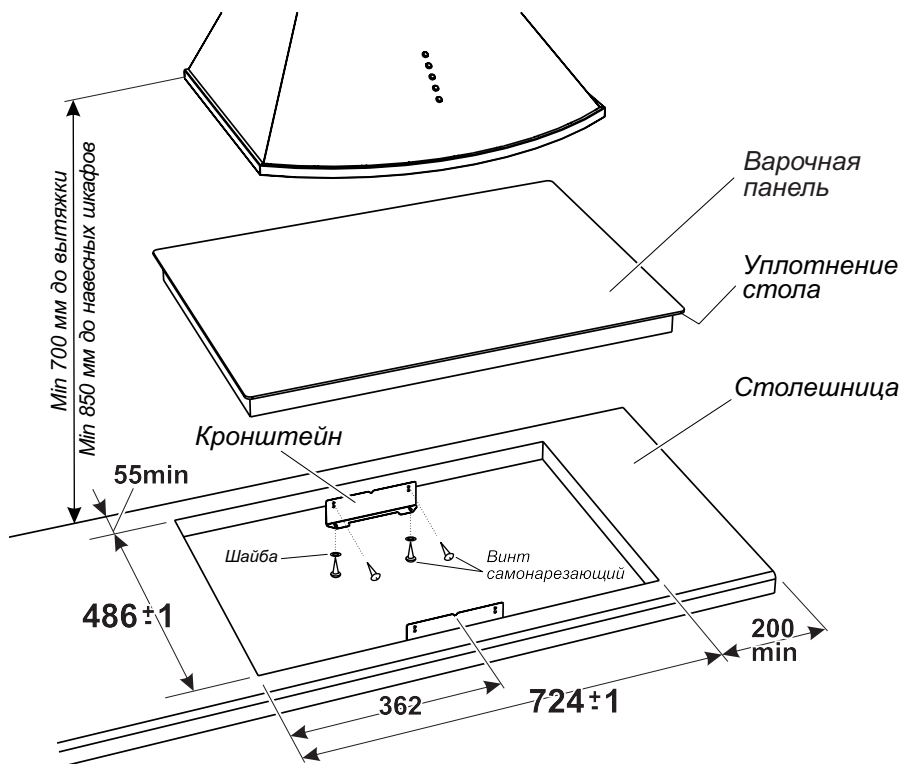

Рис. 5
1. Точно разметить на столешнице контур проема под варочную панель (рис. 5). Толщина столешницы - минимальная 30 мм, максимальная 50 мм.